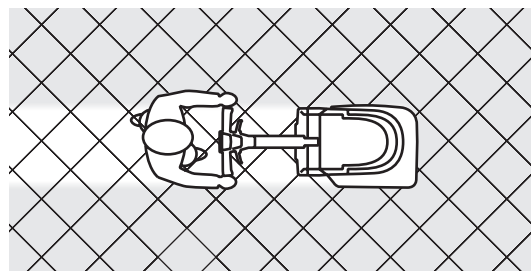

Figura 4
*Sempre que possível, para uma melhor secagem entre as fugas dos azulejos, avance na direção diagonal em relação à disposição do pavimento, como representado na figura 4.*